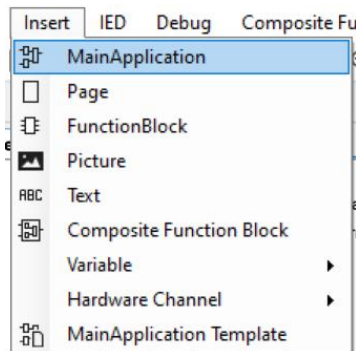

Imagen 107_Inserción de una nueva aplicación para mediciones.
2.3.1 Vamos a crear nuestra aplicación con los valores, empezamos yendo a la parte superior seleccionamos “Insert - MainApplication” como se muestra en la **Imagen 107**.